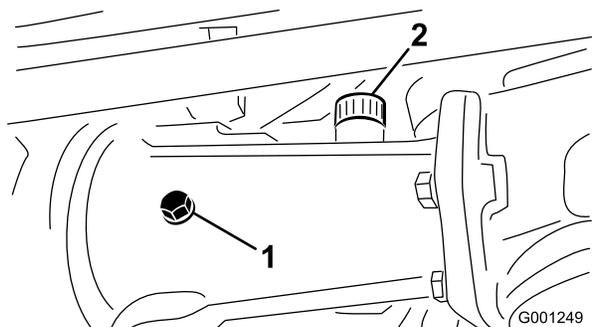
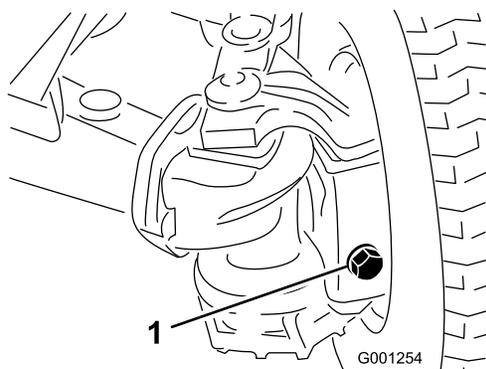

図 26
図 27
2. 点検プラグを取り、オイルが各穴の下の縁まであることを確認する。量が不足している場合は、給油プラグを外し、点検プラグ (図 26 と 図 27) の穴の下の縁まで補給する。